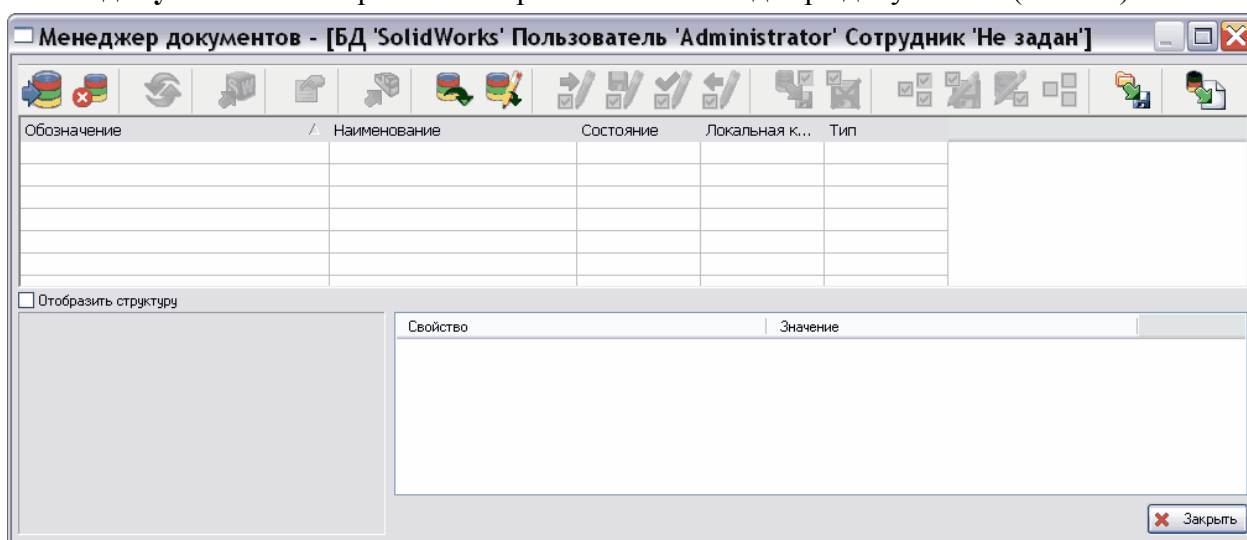

Рис. 18
1. В окне **SolidWorks** из меню **PDM STEP Suite** выберите команду **Менеджер документов** или на панели инструментов PSS нажмите на кнопку **Менеджер документов** . При этом откроется окно менеджера документов (Рис. 18).